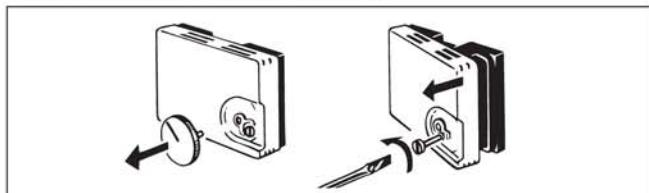

Abb. 3 WMS Temperatursensor öffnen
- Ziehen sie das Drehrad vorsichtig ab (Abb. 3).